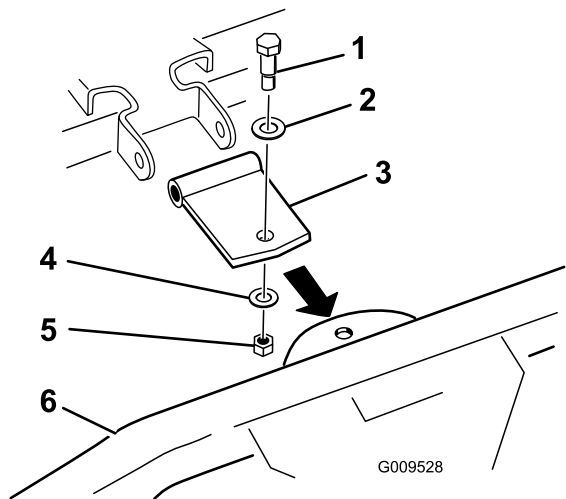

図 4
- ストレート・ピボット・ブラケットは 図 4 のように使う (ツース・レーキ側のブラケットが下向きの場合) 湾曲ピボット・ブラケットは廃棄する。